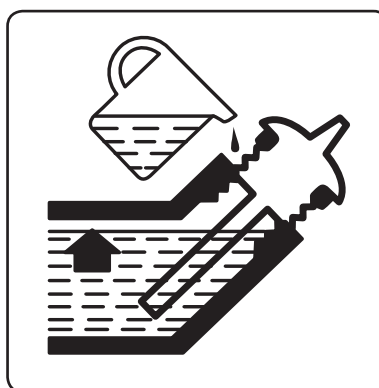

Abb.10
- ➔ Der Stromerzeuger wird ohne Öl geliefert, und daher ist vor der Inbetriebnahme der Öltank mit Öl so zu befüllen, dass die Anzeige am Ölstopfen nach dem Zerschrauben vollkommen im Öl getaucht ist, siehe Abb. 10. Kontrollieren Sie den Ölpegel am Messstab nach dem Heraus-schrauben aus dem Tank.